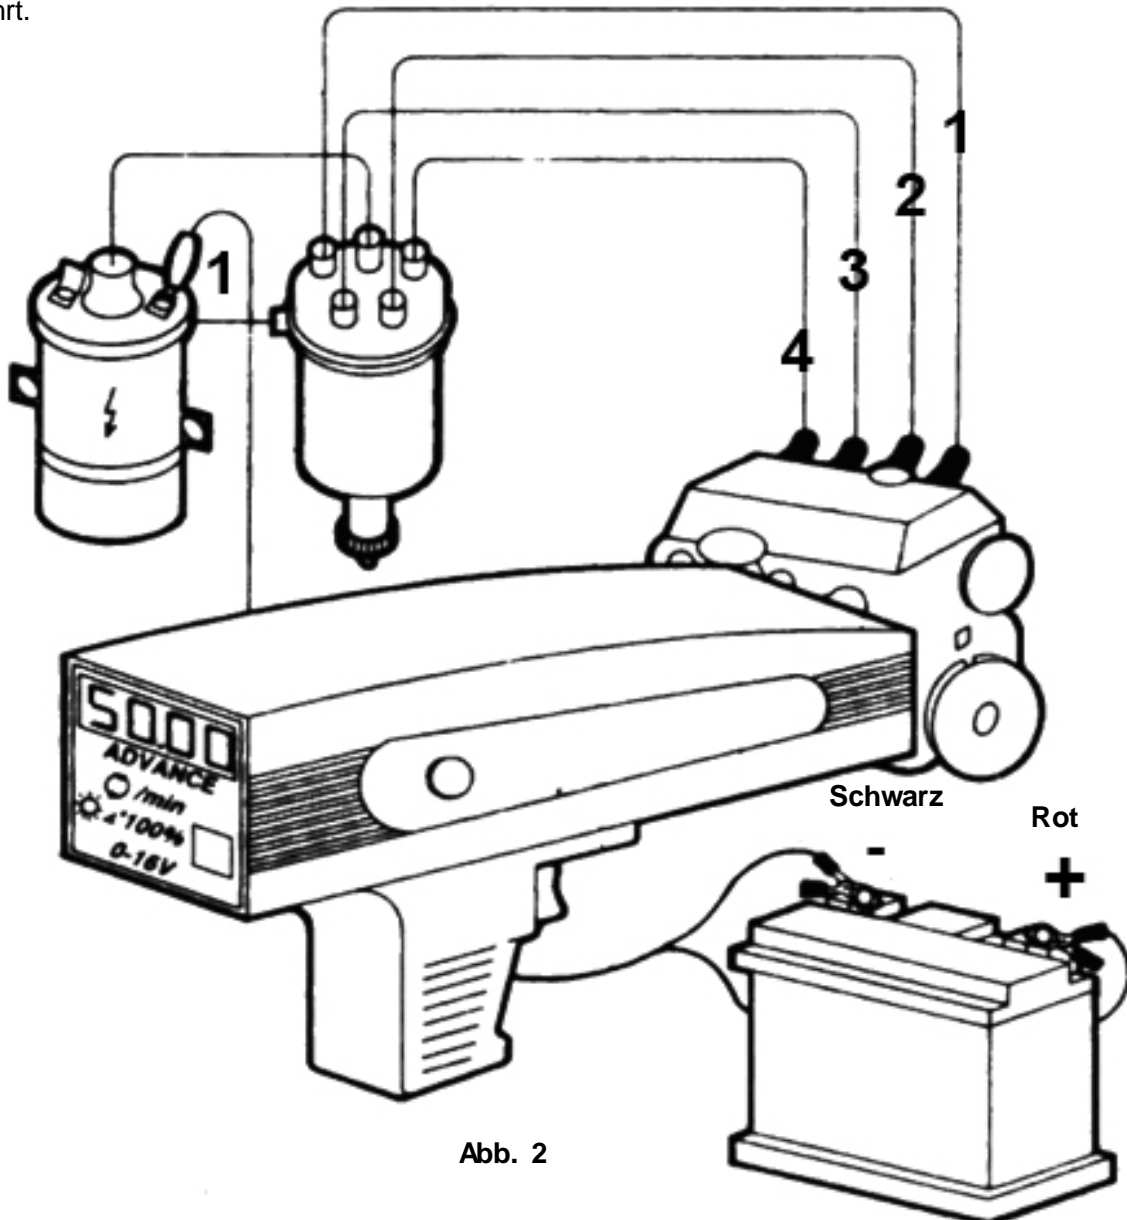

Abb. 2
Zündlichtpistole mit Ottomotor anklennen (wie in Abb. 2 gezeigt). Bringen Sie den Motor auf Betriebstemperatur und stellen sicher, dass die Unterbrecherkontakte bzw. der Schließwinkel richtig eingestellt sind.
1. Drücken Sie die Umschalt-Taster an der Zündlichtpistole bis der Bereich Schließwinkel eingestellt ist. (Siehe Abbildung 2)